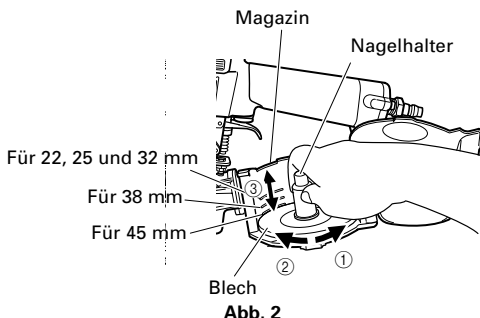

Abb. 2
(2) Stellen Sie die Position des Nagelhalters entsprechend der Nagellänge ein. (Abb. 2)